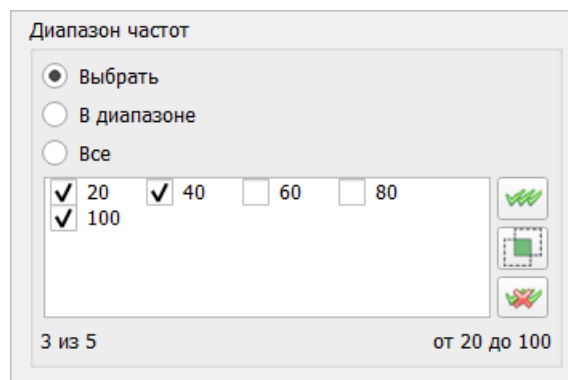

Рисунок 409 – Блок редактирования диапазона частот карточки «Поиск источника»
– «Диапазон частот» – список частот, на которых производится расчет. Список доступных частот ограничен набором частот, на которых выполнен пересчет во все узлы. Среди доступных частот можно выбрать необходимые частоты по отдельности или ограничить их диапазоном путем переключения соответствующих пунктов в блоке настроек «Диапазон частот» (Рисунок 409), в котором также указывается количество выбранных частот;